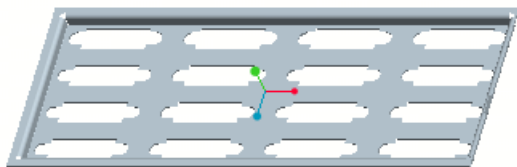

图 6-180 要练习的模型
- (1) 回顾一下，如何创建凹模成型特征？如何给凹模成型特征设置开口面（排除面）？
- (2) 有哪些常用工具可以切除钣金件材料？在切除钣金件材料时应该注意哪些方面？
- (3) 看图建模：使用 Creo Parametric 4.0 建立图 6-180 所示的钣金件模型，具体的尺寸由读者确定，只要求形状结构相似即可。